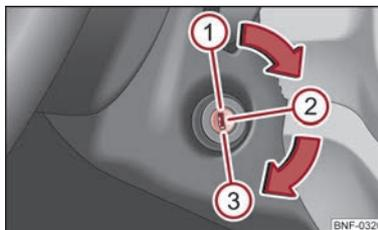

Fig. 58 Posizioni della chiave vettura nel blocchetto di accensione
Spegnere il motore ruotando la chiave d'accensione in posizione ① ⇒ fig. 58.